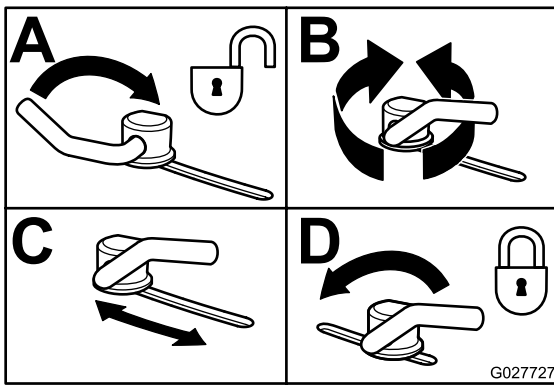

Bild 36
3. Wenn Sie die Haltenocken einstellen möchten, schieben Sie den Hebel nach oben und lösen Sie die Haltenocke (Bild 36).
5. Schieben Sie den Hebel zurück, um das Ablenkblech und die Haltenocken festzuziehen (Bild 36).